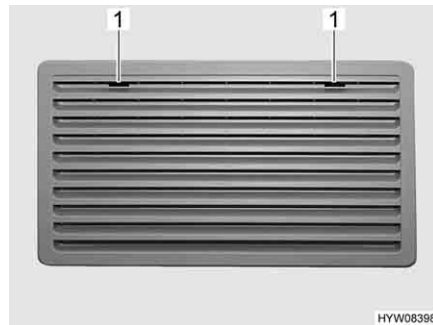
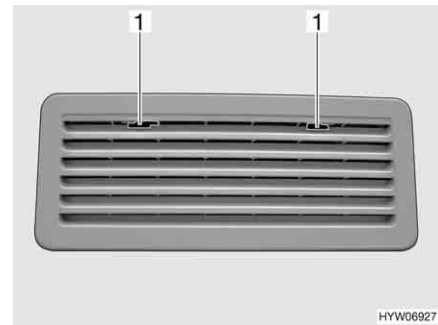

Bild 226 Kühlschrank-Lüftungsgitter (Thetford groß)
Bild 227 Kühlschrank-Lüftungsgitter (Thetford klein)
- Arretierung (Bild 226,1 oder Bild 227,1) zur Mitte schieben.